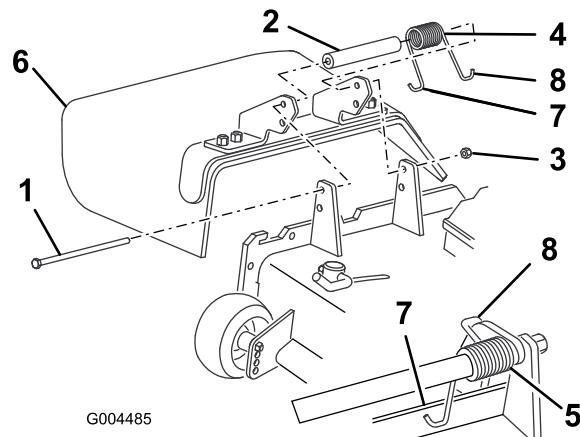

図 76
3. 新しいデフレクタのブラケットの間にスペーサとスプリングを入れる(図 76)。
注 必ず、スプリングの左側J-フックをデッキエッジの後ろに引っ掛け、それからボルトを図 76 のように取り付けてください。
注 スプリングの右側のJ-フックの端部をデフレクタに引っ掛けてください (図 76)。
2. デフレクタをピボットブラケットに固定しているロックナット、ボルト、スプリング、スペーサを外す(図 76)。